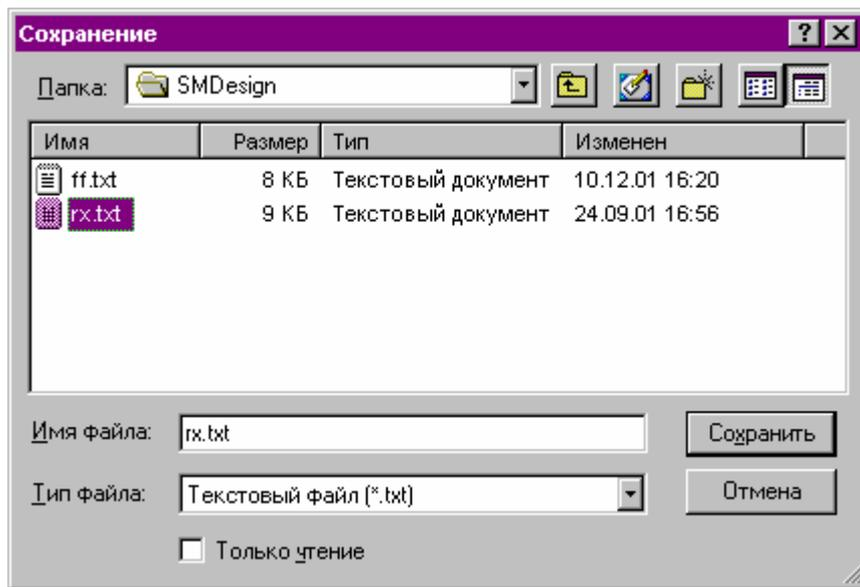

рис. 7
2.1.3.1.4. Команда «Отчёт» сохраняет результат расчёта в текстовом файле в формате Windows text. Выполнение этой программы вызывает стандартный диалог сохранения файла (рис. 7).